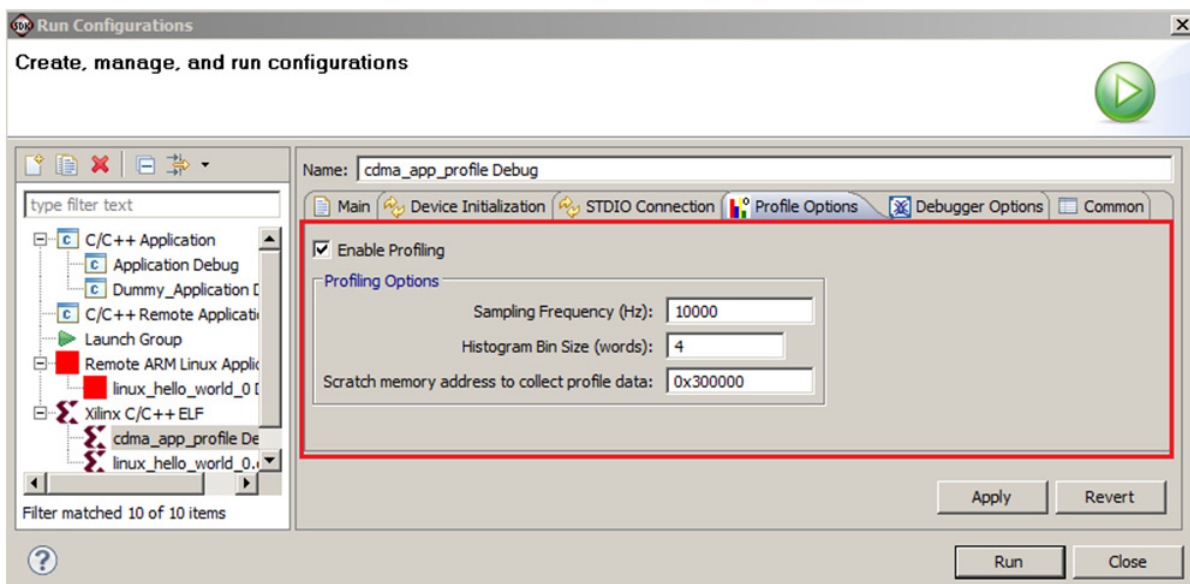

図 7-3: プロファイリングを有効にする
6. [Profile Options] タブをクリックし、68 ページの図 7-3 のようにパラメーターを設定します。